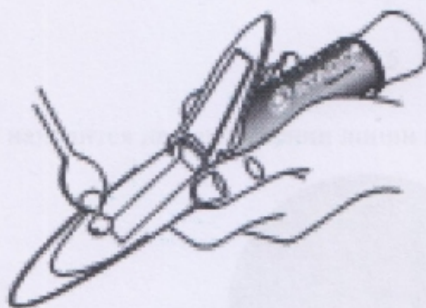

Рис. 2
- 1) Поместите одну-две капли измеряемого образца на призму (Рис. 2)